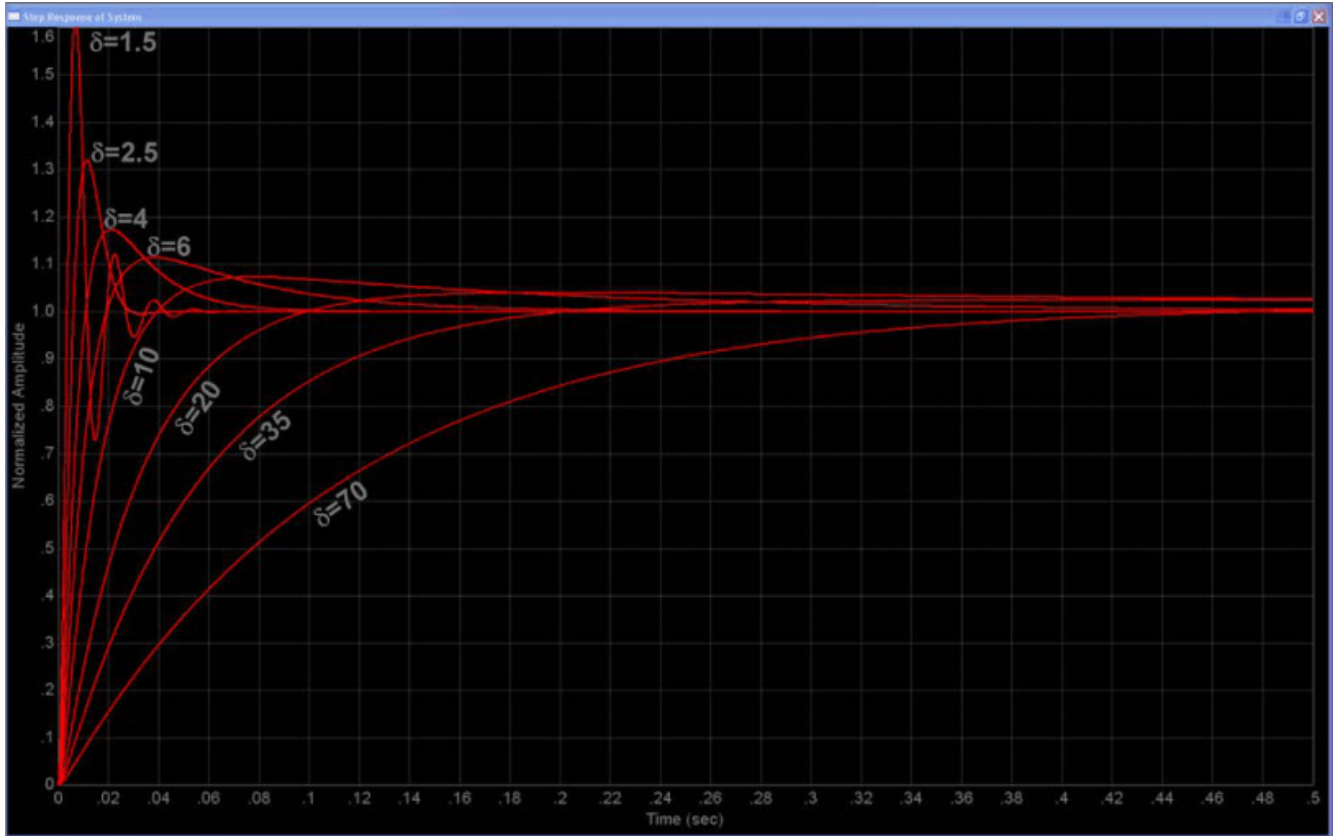

图 11-10. 速度控制器阶跃响应为  $\delta$  的函数
速度闭环响应的 -3dB 截止点与电流控制器极点之间所需的频率分离程度可在显示各个阻尼因子值的图底部清楚地看到。随着阻尼因子趋于一致，速度环路中的复极点将接近所需频率阶跃响应阻尼振铃。这一点可能在图 11-10 中能更好地体现出来，图中显示了系统对各个阻尼因子值的标准化阶跃响应。由于过冲数量过大，因此通常不接受 2 以下的值。对于范围的上限，通常不接受远大于 30 的值，同样是因为过冲数量过大。不能接受 30 以上的值还有一个原因是上升时间和稳定时间过长，如阶跃响应曲线所示。通常将 2 至 30 的值设定为目标值。
- 通过图 11-10 中曲线的形状确定能够产生令人满意的速度环路响应时间的阻尼因子最小值。我们发现可以选择稍微过冲所需值的阻尼因子，这是因为最后积分器钳位会将过冲部分消除。这时，频率范围与时间轴无关。